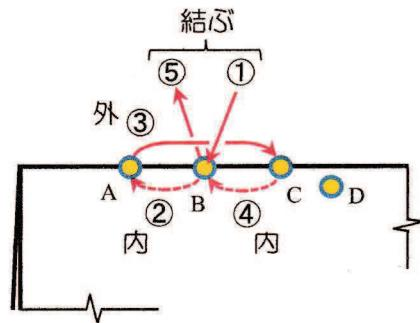

図2 各束の糸綴じの手順
- 各束の糸綴じの手順を図2に示す。最後に③の糸を挟んで①と⑤を結ぶ。